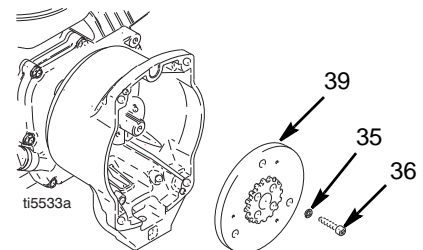

FIG. 7
9. FIG. 7. Bruk en slagøkkel eller stikk et eller annet mellom clutchankeret (39) og clutchhuset for å holde fast motorakselen under demonteringen.
10. Ta ut de fire skruene (36) og låseskivene (35).
11. Fjern ankeret (39).